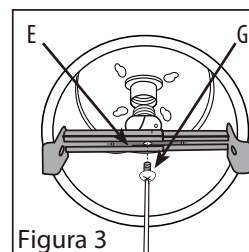

Figura 3
4. Sube el brazo de fijación ajustable (C/D) hacia dentro de la caja empotrada y deslice las secciones interna y externa del brazo de fijación para separarlas lo máximo posible de modo que ambos extremos del brazo traben contra los laterales de la caja empotrada, desplace la barra de fijación (E) hacia el centro del brazo de fijación y luego ajuste el tornillo central (G) (Figura 3).